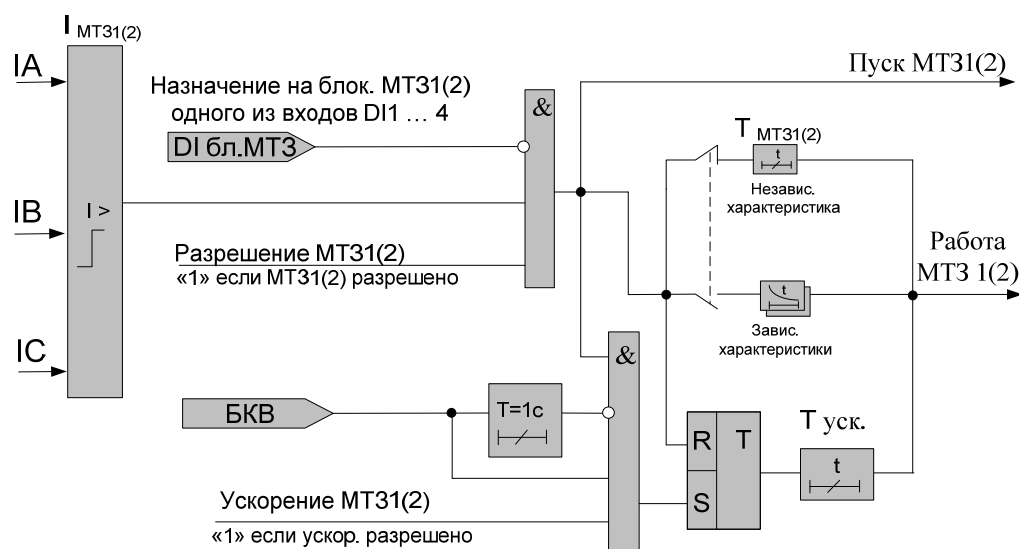

Рисунок 17 – Функциональная схема МТЗ1(2)
Функциональная схема МТЗ1(2) изображена на рис.17.